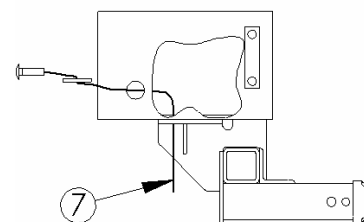

Figure 3
6. Utiliser un fil de traction (7) pour enfoncer une rondelle (4) un boulon de carrosserie (3) dans chacun des autres trous percés comme illustré à la **Figure 3**.
7. Serrer les boulons de carrosserie en position à l'aide de rondelles coniques (5) et d'écrous hexagonaux (6). Serrer tous les écrous à l'aide d'une clé dynamométrique.